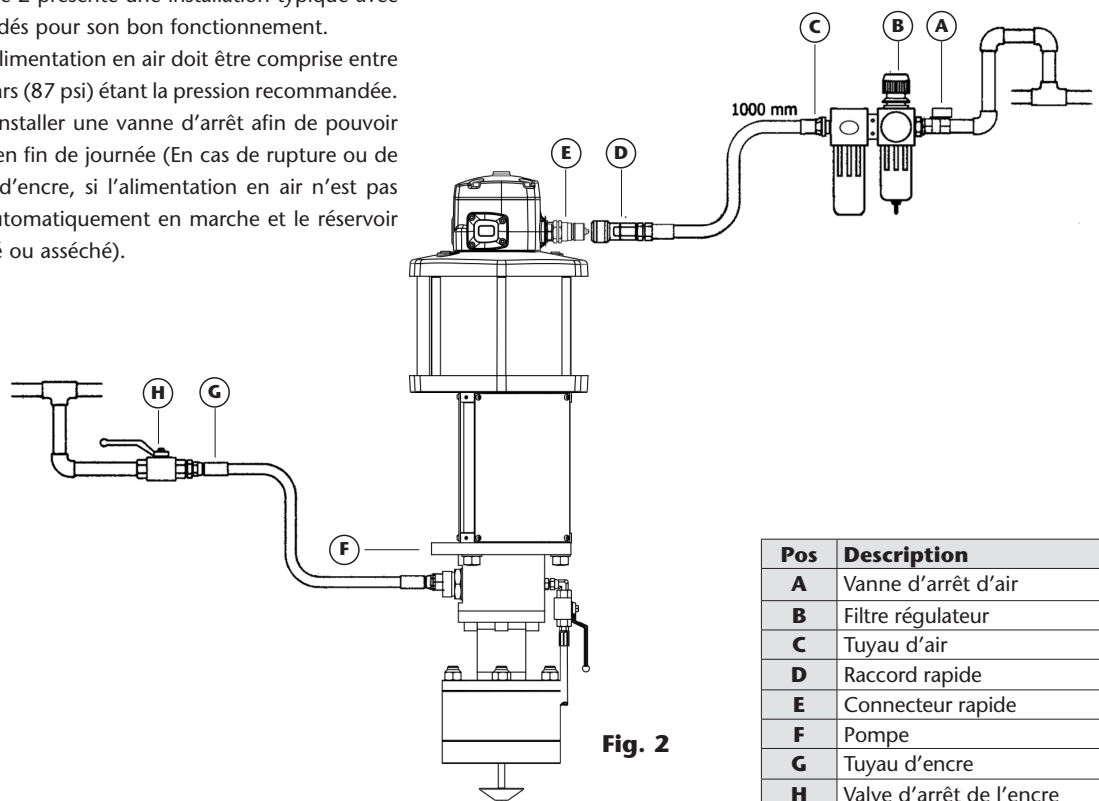

Fig. 2
A titre d'information, la figure 2 présente une installation typique avec tous les éléments recommandés pour son bon fonctionnement.
- Ouvrez la vanne de purge de la pompe (86), pour éliminer l'air à l'intérieur de la pompe (Fig. 2).
- Fermez la vanne de purge (86), dès qu'il n'y a plus d'air emprisonné avec le fluide qui s'échappe par cette vanne.